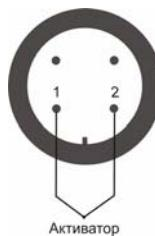

Рис. 4 – Схема подключения МПП к линии запуска
6.6 Подсоединить линию запуска, как показано на рис. 4, с учётом требований, изложенных в разделе 5.